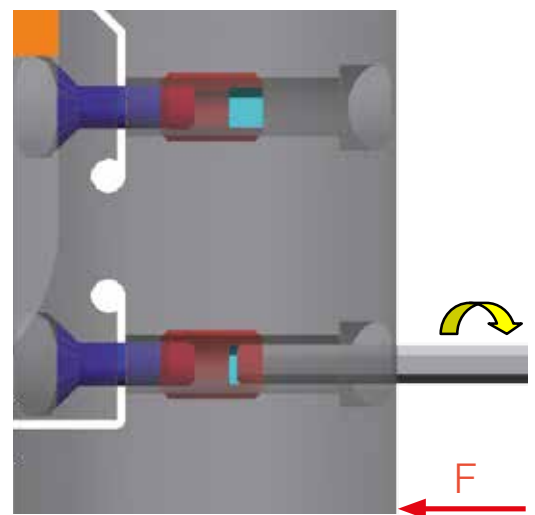

ABB. 2:
2. Dann mittels Stellschraube 2, den bewusst zu groß eingestellten Durchmesser, spielfrei auf das gewünschte Einstellmaß des Durchmessers zurückstellen (siehe ABB.2 und ABB. 3). Dadurch ist das gesamte System „gekontert“.